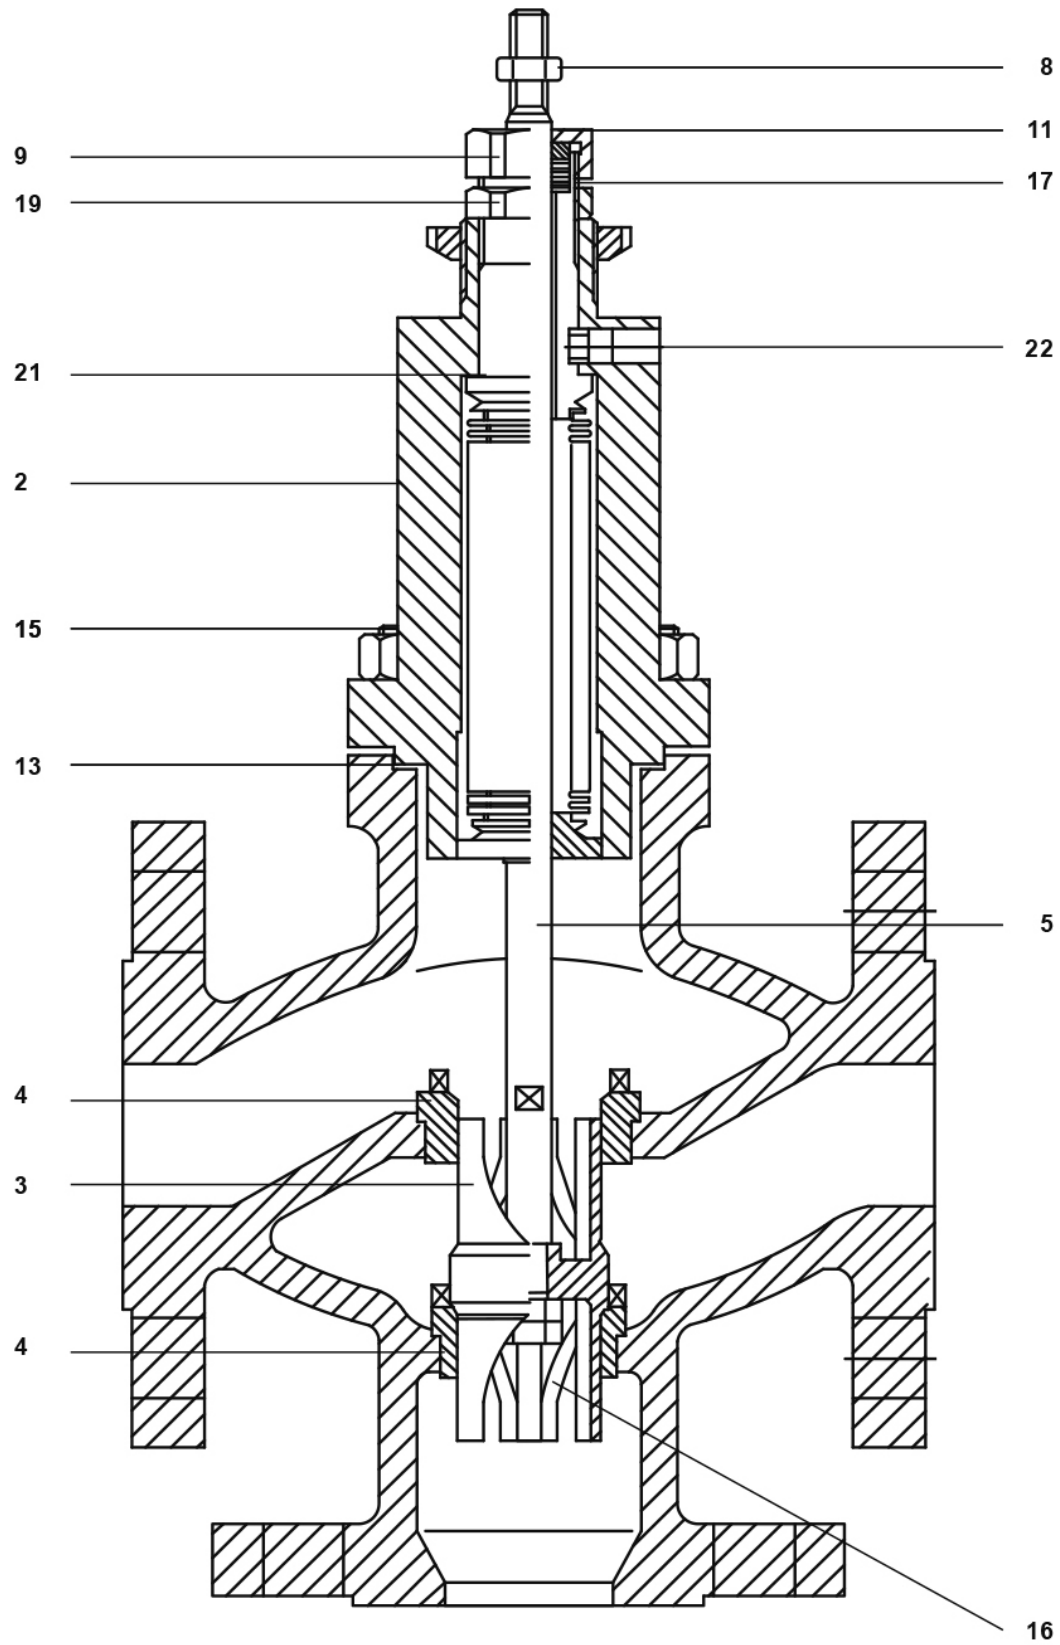

Fig. 11- Vanne de mélange
4.3.2 Procédure pour le remplacement du clapet, des sièges et du soufflet sur les vannes de mélange (se référer à la Fig. 11)